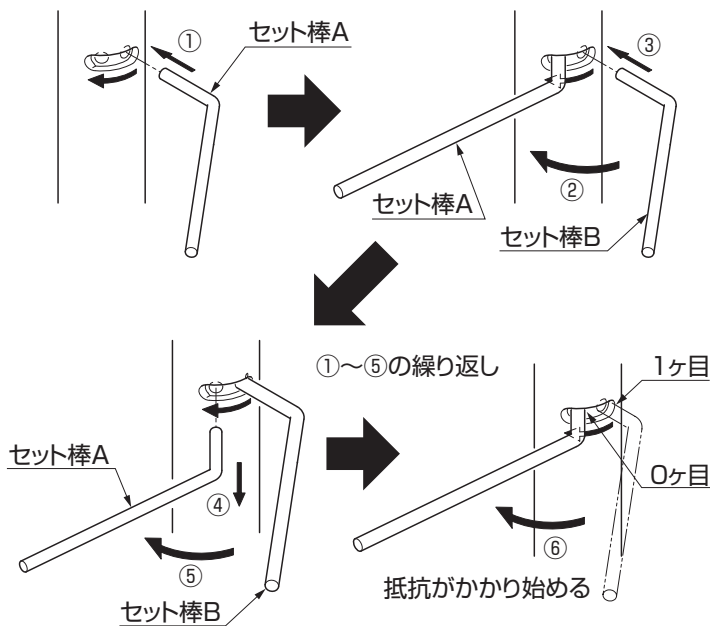

図6-7
- ① 門扉を閉じた状態で、セット棒Aをあいているセット穴へ差し込んでください。(図6-7参照)
- ② セット棒Aを巻き込み方向へ回してください。
- ③ 次のセット穴へセット棒Bを差し込んでください。
- ④ セット棒Aを抜いてください。
- ⑤ セット棒Bを巻き込み方向へ少し回してください。
- ⑥ 「手順①～⑤」を何回か繰り返すと、セット棒に抵抗がかかり始めます。抵抗がかかり始めたときにセット棒を差し込んでいるセット穴を初期値(0ヶ目)としてください。
- ⑦ 引き続き「6-1・6-2」の要領で調整してください。